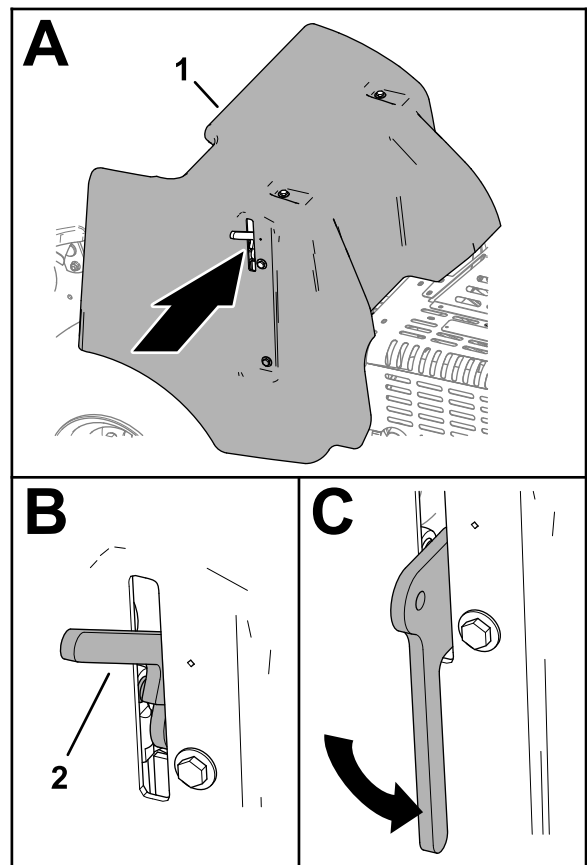

Bild 135
3. Senken Sie den Verriegelungsgriff vollständig ab, um die Abdeckung zu sichern (Bild 135).